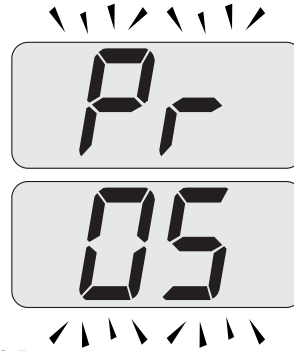

Figura 8.5
- Desplace los parámetros mediante los botones 16 o 17 hasta que aparezcan en la pantalla LCD las letras **Pr** alternadas con el código **05**, que indican la entrada en el "parámetro 05" (Figura 8.5).
- Pulsando simultáneamente los botones 15 y 16 (Figura 8.3) se sale sin modificar el valor (se vuelve a la lista de parámetros Figura 8.5).